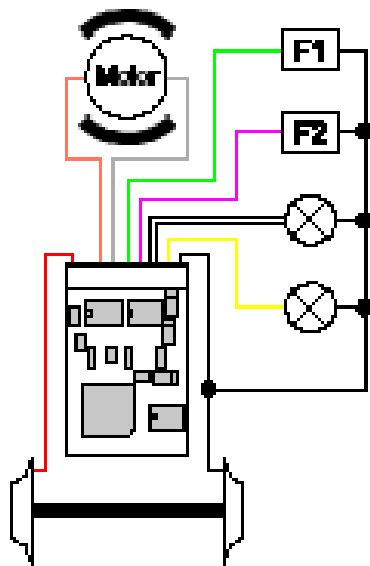
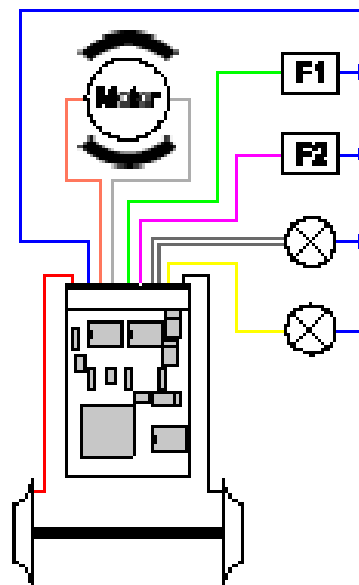

Figura 1: Alambrado del LE130 usando una masa común a la vía
Figura 2: Alambrado del LE130 usando una masa flotante.
Hay dos opciones de instalación eléctrica para instalar el LE130, dependiendo de cómo se haya construido la locomotora. Las funciones del faro de locomotora direccionales podrían conectarse con su masa al voltaje de la vía así descrito en Figura 1, o, usar la masa de las salidas de función así descrito en la figura 2. También es posible una mezcla de ambas opciones.
Si las bombillas para los faros de locomotora direccionales están flotando (aisladas de los frotadores de las ruedas y del chasis) e hizo la conexión de la figura 2, brillarán con más intensidad comparando con la opción mostrada en la figurar 1. Además, los faros de locomotora direccionales funcionarán también operando en los diseños de corriente continua (DC) convencionales.
Si las funciones auxiliares y/o bombillas están aisladas, conecte el cable azul a su entrada de masa como se muestra en la figura 2. Ahora Vd. ya está preparado para programar la dirección de la locomotora y comenzar el test de rodadura.